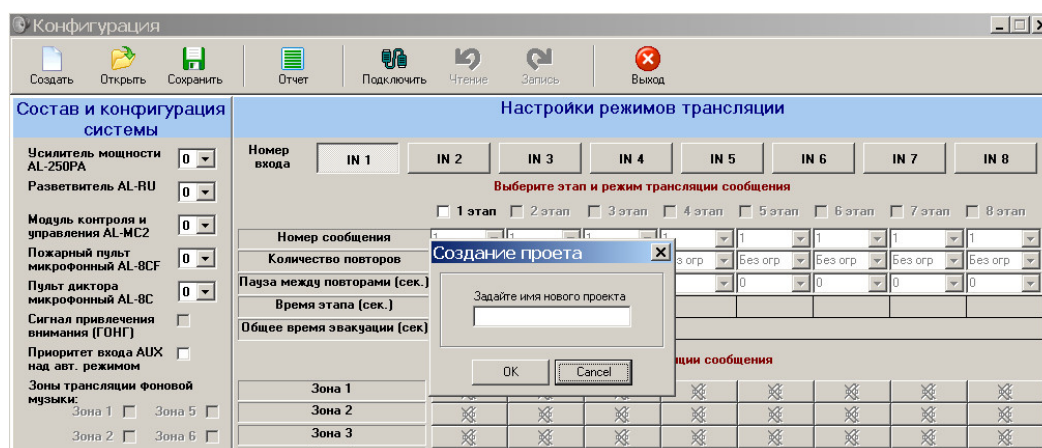

Рис.25
- Появится диалоговое окно «Создание проекта» (Рис. 25)